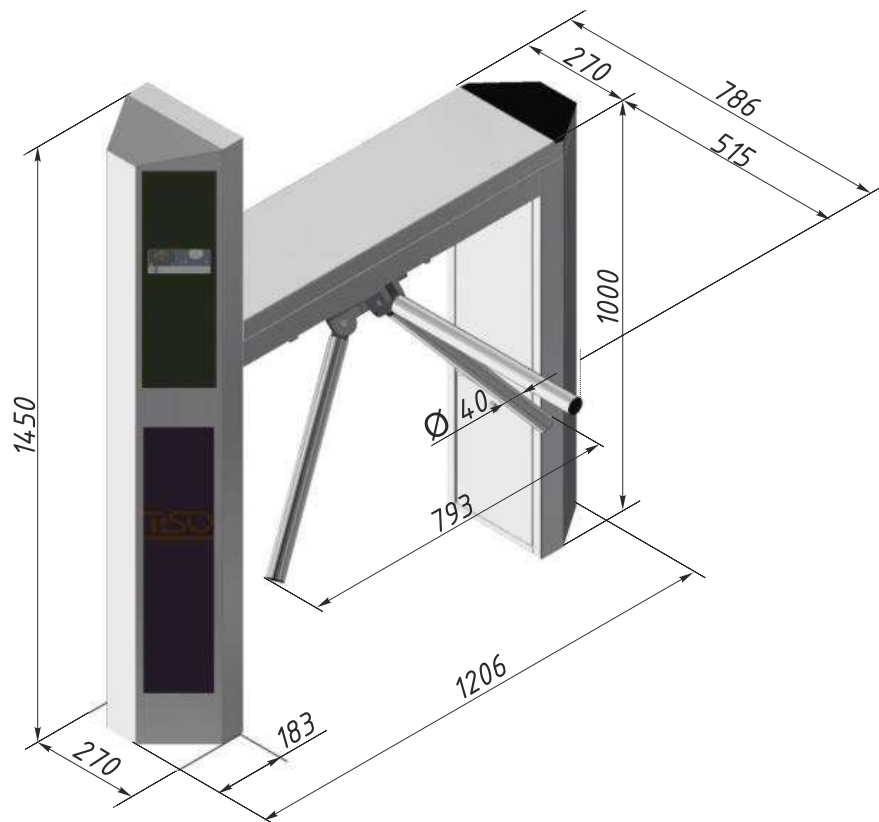

Рис. 3 - Габаритні розміри турнікета-трипода
1.3.3 Монтажне креслення турнікету (див.Рис.3)